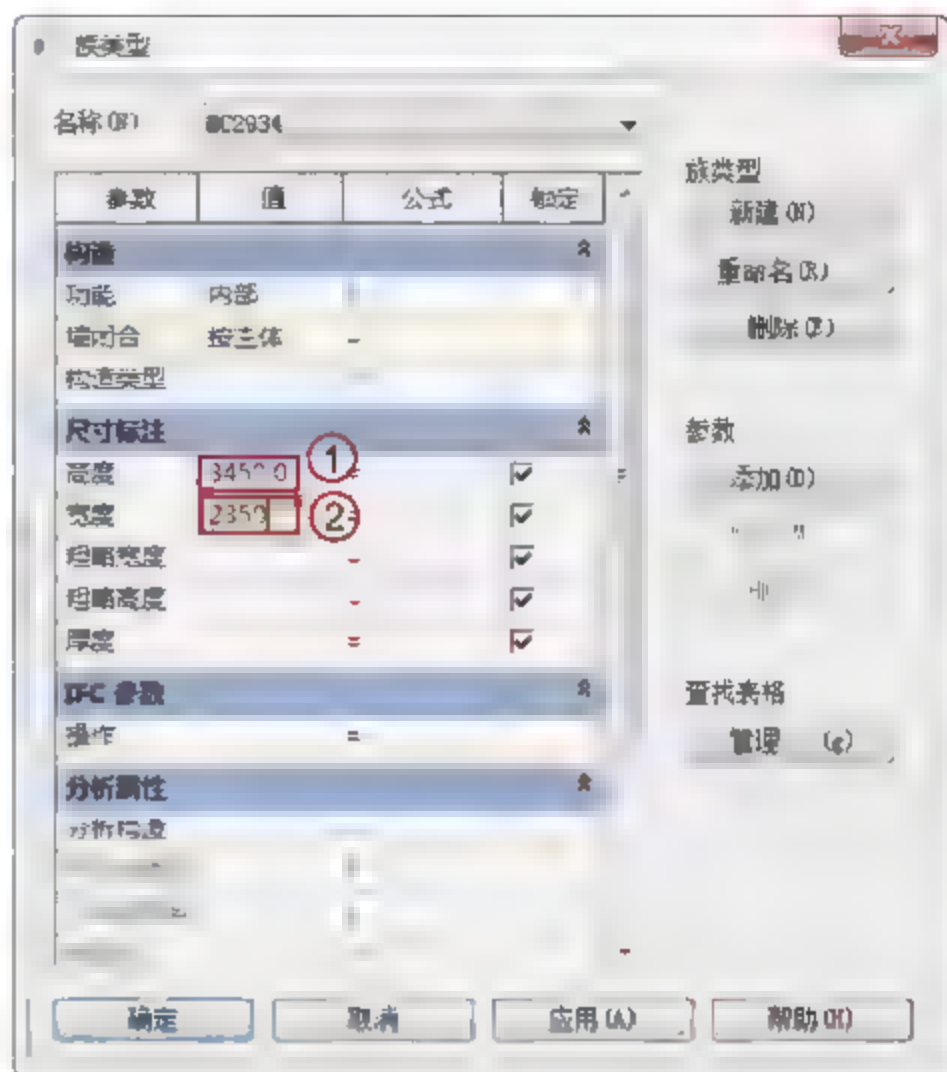

图 6.3.43 修改尺寸标注
(4) 修改门的尺寸标注。在不关闭已经打开的“MC2934”族的族类型的情况下,选择屏幕操作区“尺寸标注”栏,在“高度”中输入“3450”字样,在“宽度”中输入“2350”字样,单击“确定”按钮,如图 6.3.43 所示。